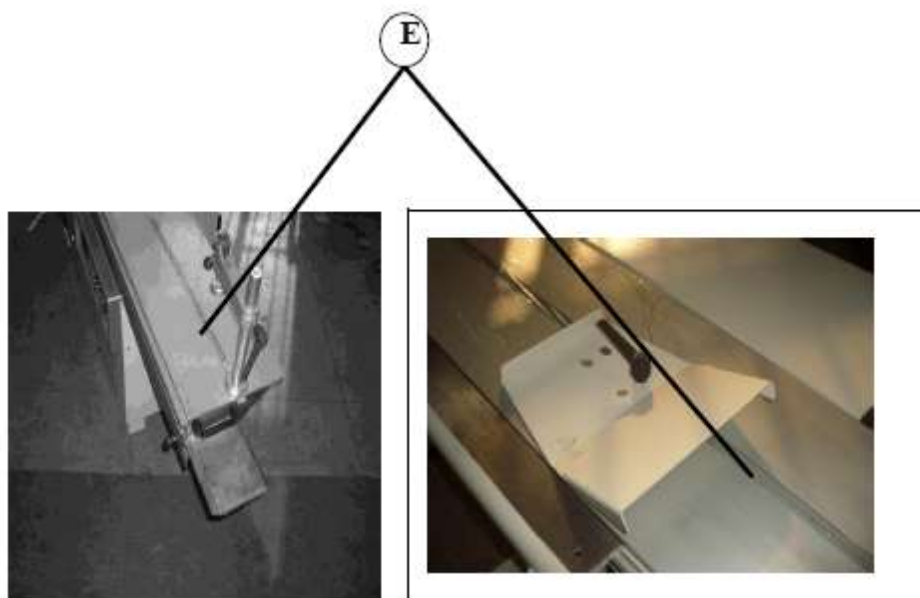

Рис. 5.5
- Желоб Е (рис. 5.5), упор и прижим с помощью щетки или тряпки, пропитанной безопасным растворителем.